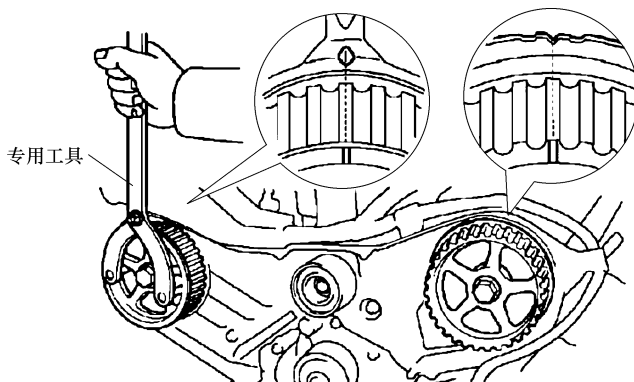
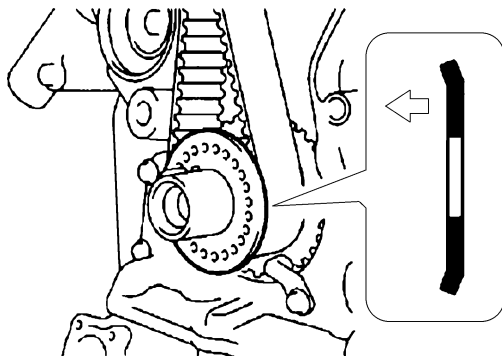

图 24-15 凸轮轴带轮上的正时标记与 3 号正时带罩上的标记对齐
图 24-20 安装正时带导板
6) 如图 24-15 所示, 用专用工具转动凸轮轴带轮, 使带轮上的正时标记与 3 号正时带罩上的标记对齐。
- ④ 参照图 24-15，确认凸轮轴带轮上的正时标记与 3 号正时带罩上的标记对齐。
- ⑤ 拆下曲轴带轮螺栓。
- 11) 按照图 24-20 所示，安装正时带导板。